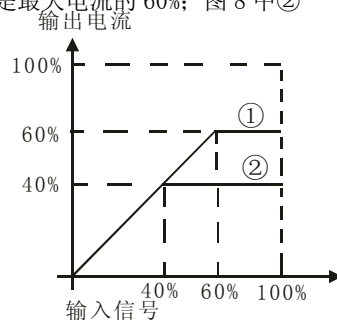
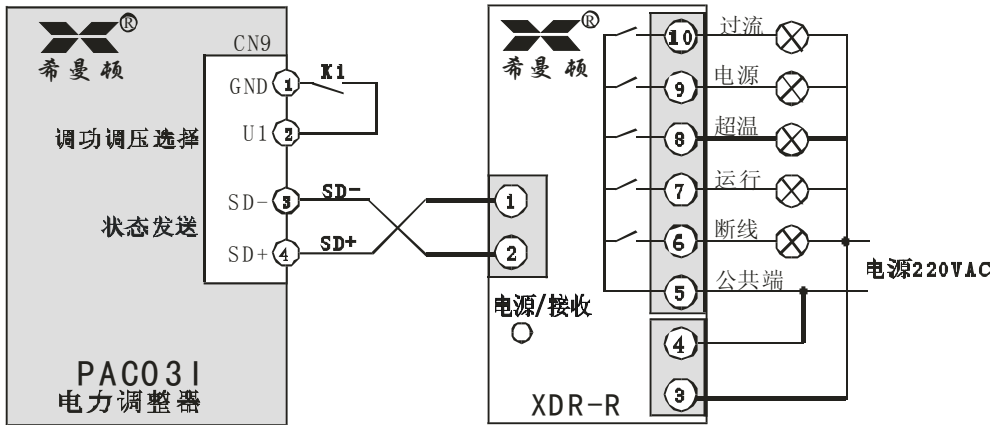

图 8
图 10: XDR-R 选件和 U1 选件接线图
6.1.1.5 限流特性如图 10 所示。限流有效区间 20%~100% 图 8 中①所示电流限制值是最大电流的 60%；图 8 中②所示电流限制值是最大电流的 40%。
6.3.3. 调压调功的输出波形如下图（图 8）
如图 10 带有缓启动，从图中波形的对比可以看出有缓启动时负载电流上升平滑，能有效降低冲击电流。缓关断时同样使负载上的电流平滑下降，降低冲击。尤其负载为感性时，缓启动、缓关断能有效的抑制过渡过程产生的冲击电流、和反向电动势的产生，从而保护电路免受伤害。